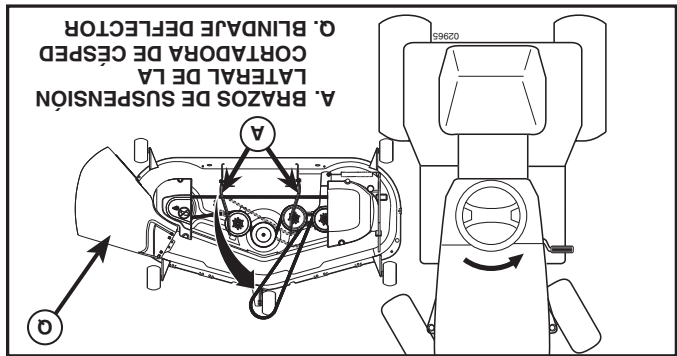

Fig. 8
4. DESLICE LA CORTADORA DE CÉSPED DEBAJO DEL TRACTOR (Vea Fig. 8)
• Asegúrese de que los brazos de suspensión lateral de la cortadora de césped (A) estén orientados hacia adelante antes de deslizar la cortadora de césped debajo del tractor.